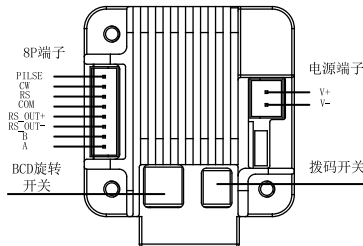
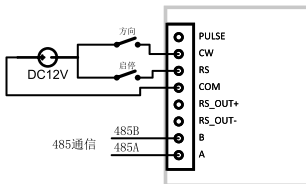

图3 尾部驱动单元展示图
图4 接线示意图
- 将随机附带的线缆按照下图3所示安装好，8P端子插在图3标记“8P端子”上，2P端子插在下图标记“电源端子”上，具体接线参照图4和表3进行接线。